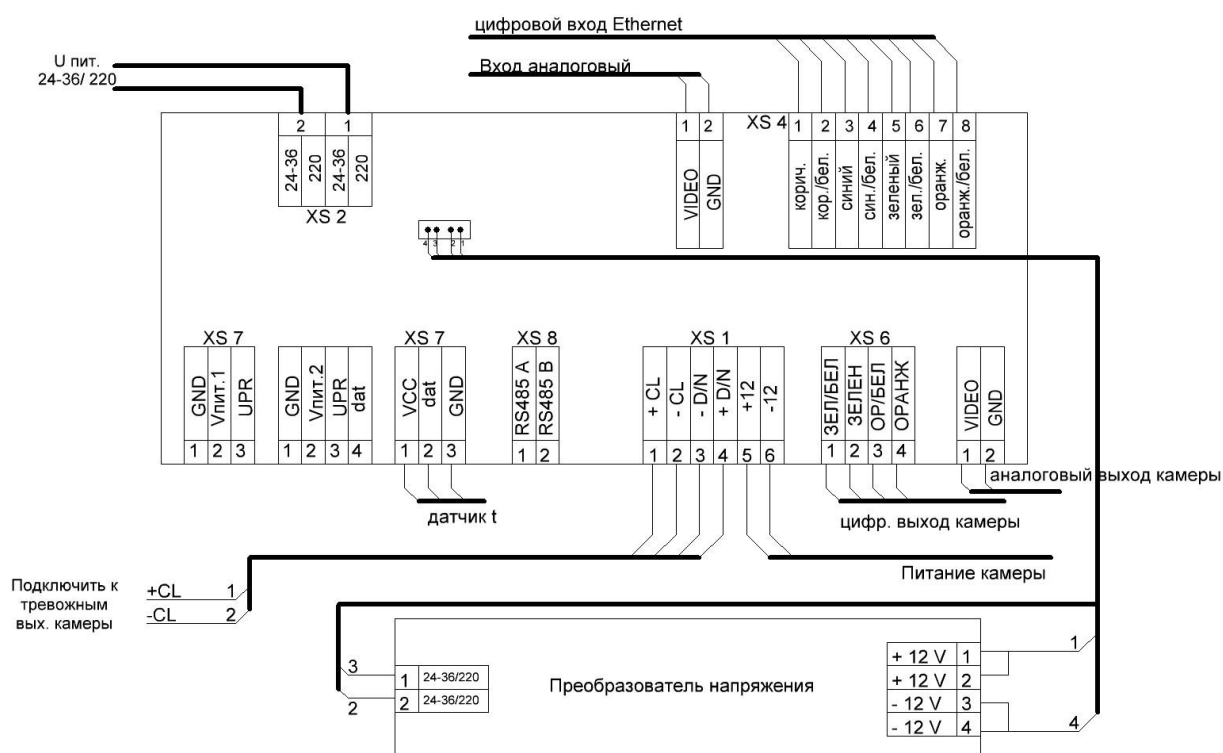
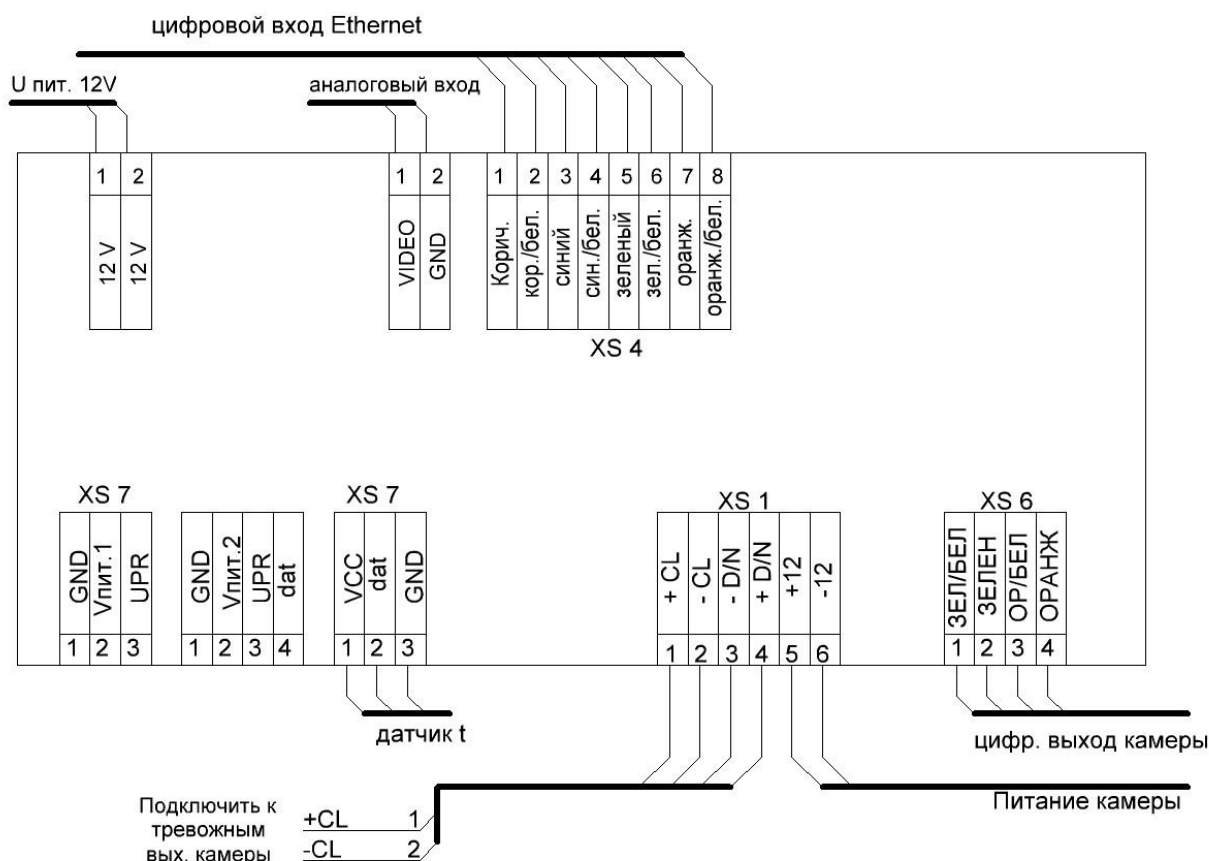

Рисунок 4.3 – Схема подключения термокожуха с напряжением питания 24–36 постоянного/переменного тока или 220 В переменного тока
Рисунок 4.4 – Схема подключения термокожуха с напряжением 12 В постоянного тока
- Подключите видеокамеру к электронной плате согласно схеме подключения (Рисунок 4.3, Рисунок 4.4).
- Через кабельные вводы заведите питающий и сигнальный кабели, подключите к универсальной плате (Рисунок 4.3, Рисунок 4.4).